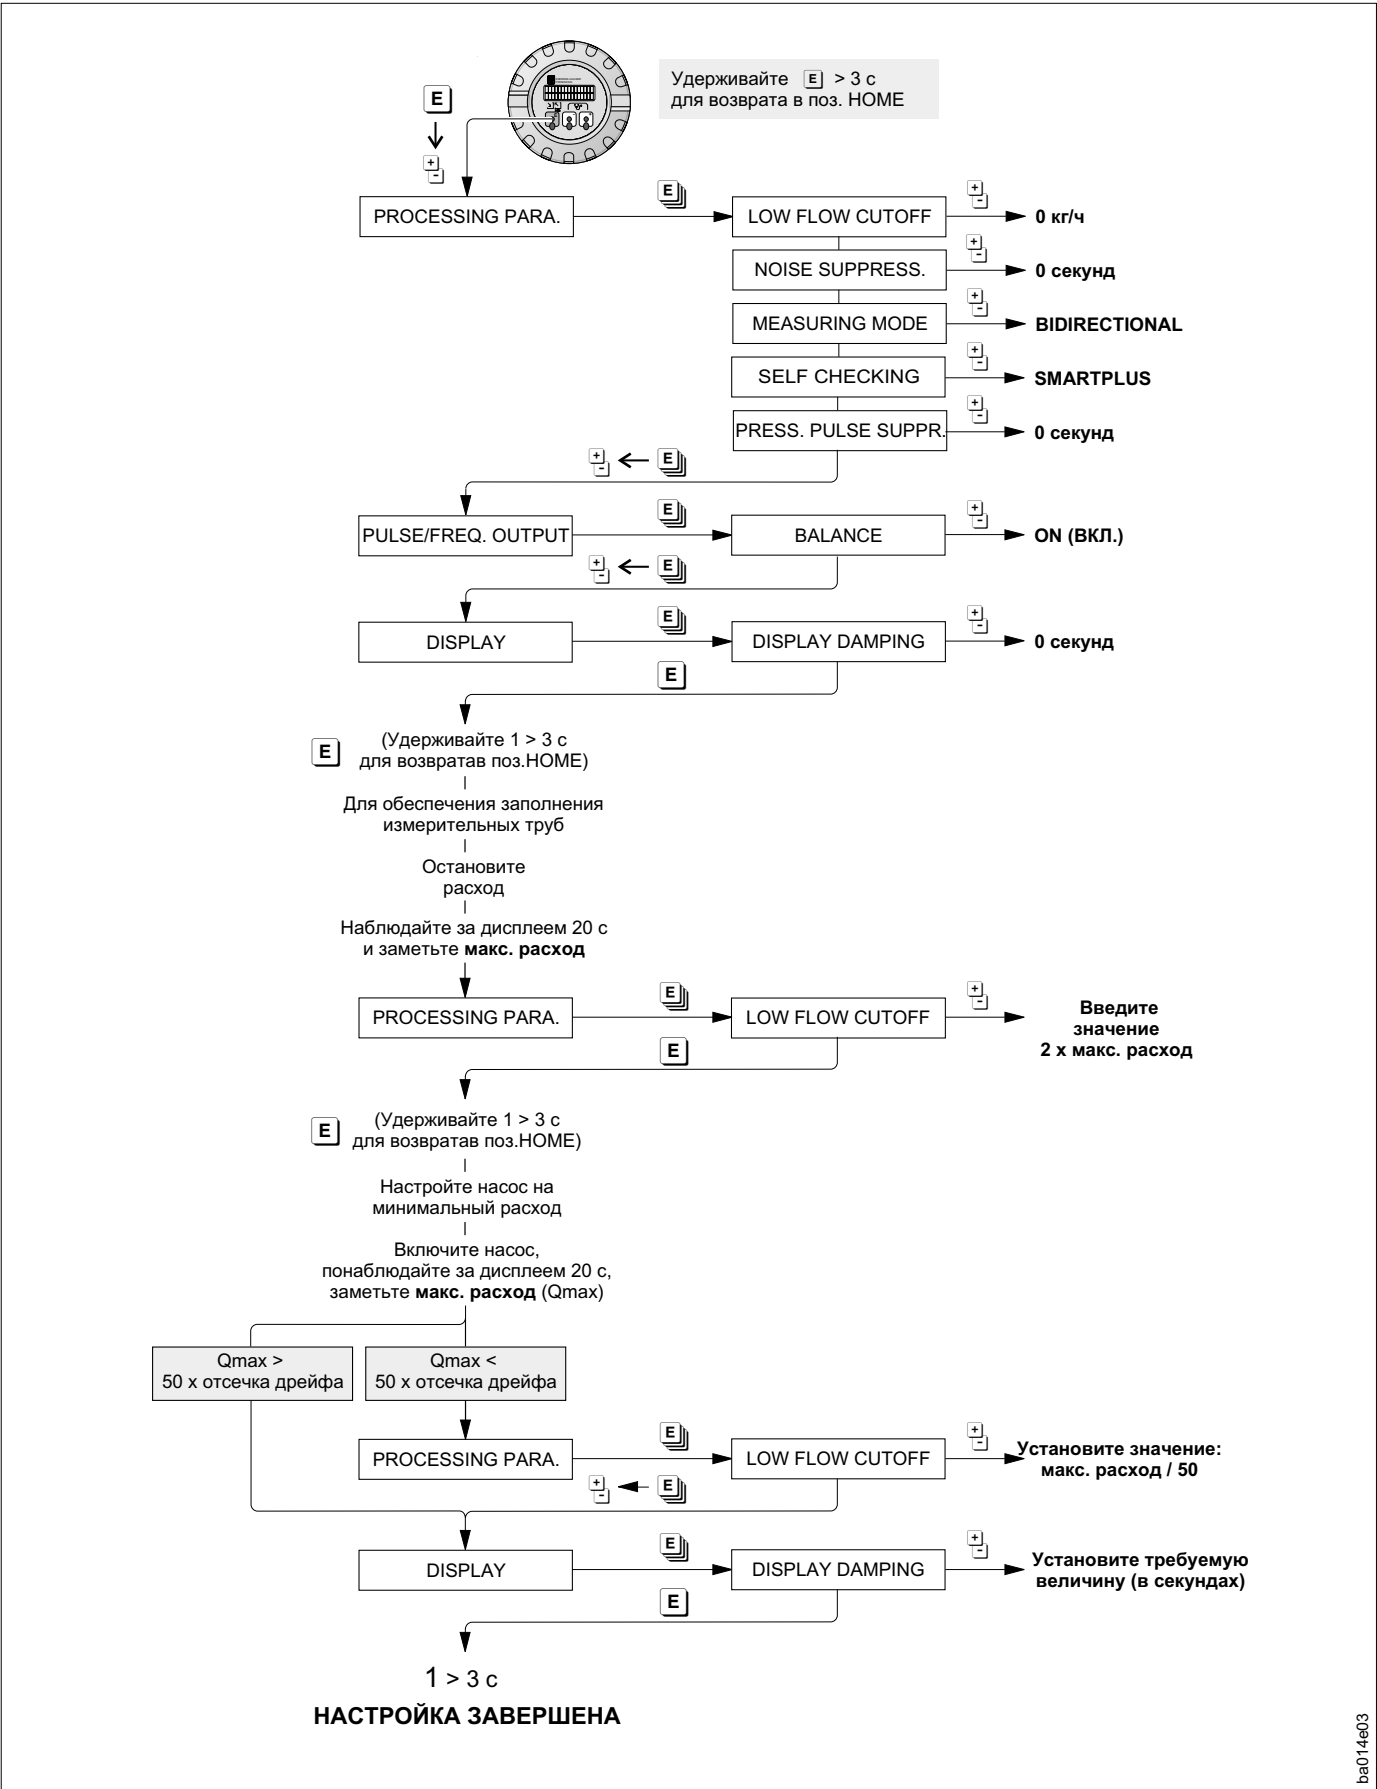

Рис. 27
- При настройке можно остановить измеряемый процесс → см. рис. 27, стр. 44.